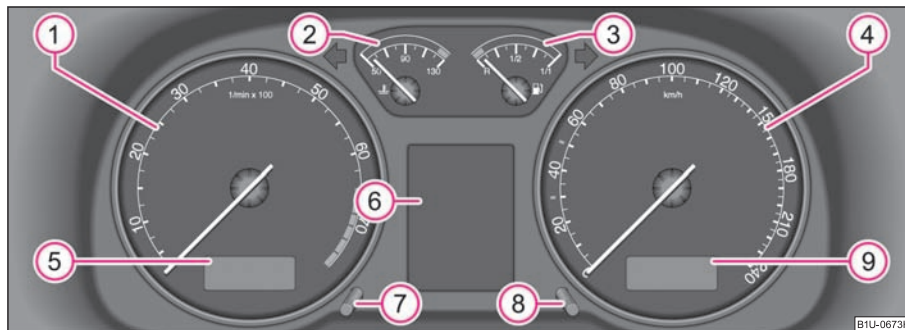

Fig. 18 Tabloul de instrumente
Începutul zonei roșii a tuometrului ① ⇒ fig. 18 reprezintă pentru toate treptele de viteză turația maximă admisă a motorului în regim normal de funcționare. Înainte de atingerea acestei zone, comutați pe următoarea treaptă superioară de viteză.
Indicatorul temperaturii lichidului de răcire ② ⇒ pagina 16, fig. 18 funcționează numai când contactul motor este pus.
Indicatorul rezervei de carburant ③ ⇒ pagina 16, fig. 18 funcționează numai când contactul motor este pus.
Resetarea indicatorului intervalelor de service se poate realiza de la butonul de resetare  astfel ⇒ pagina 16, fig. 18:
Pentru reglarea orei se găsește în partea stângă, lângă vitezometru, un buton de reglare  ⇒ pagina 16, fig. 18.